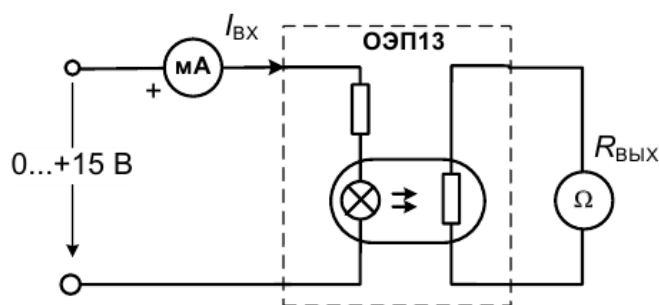
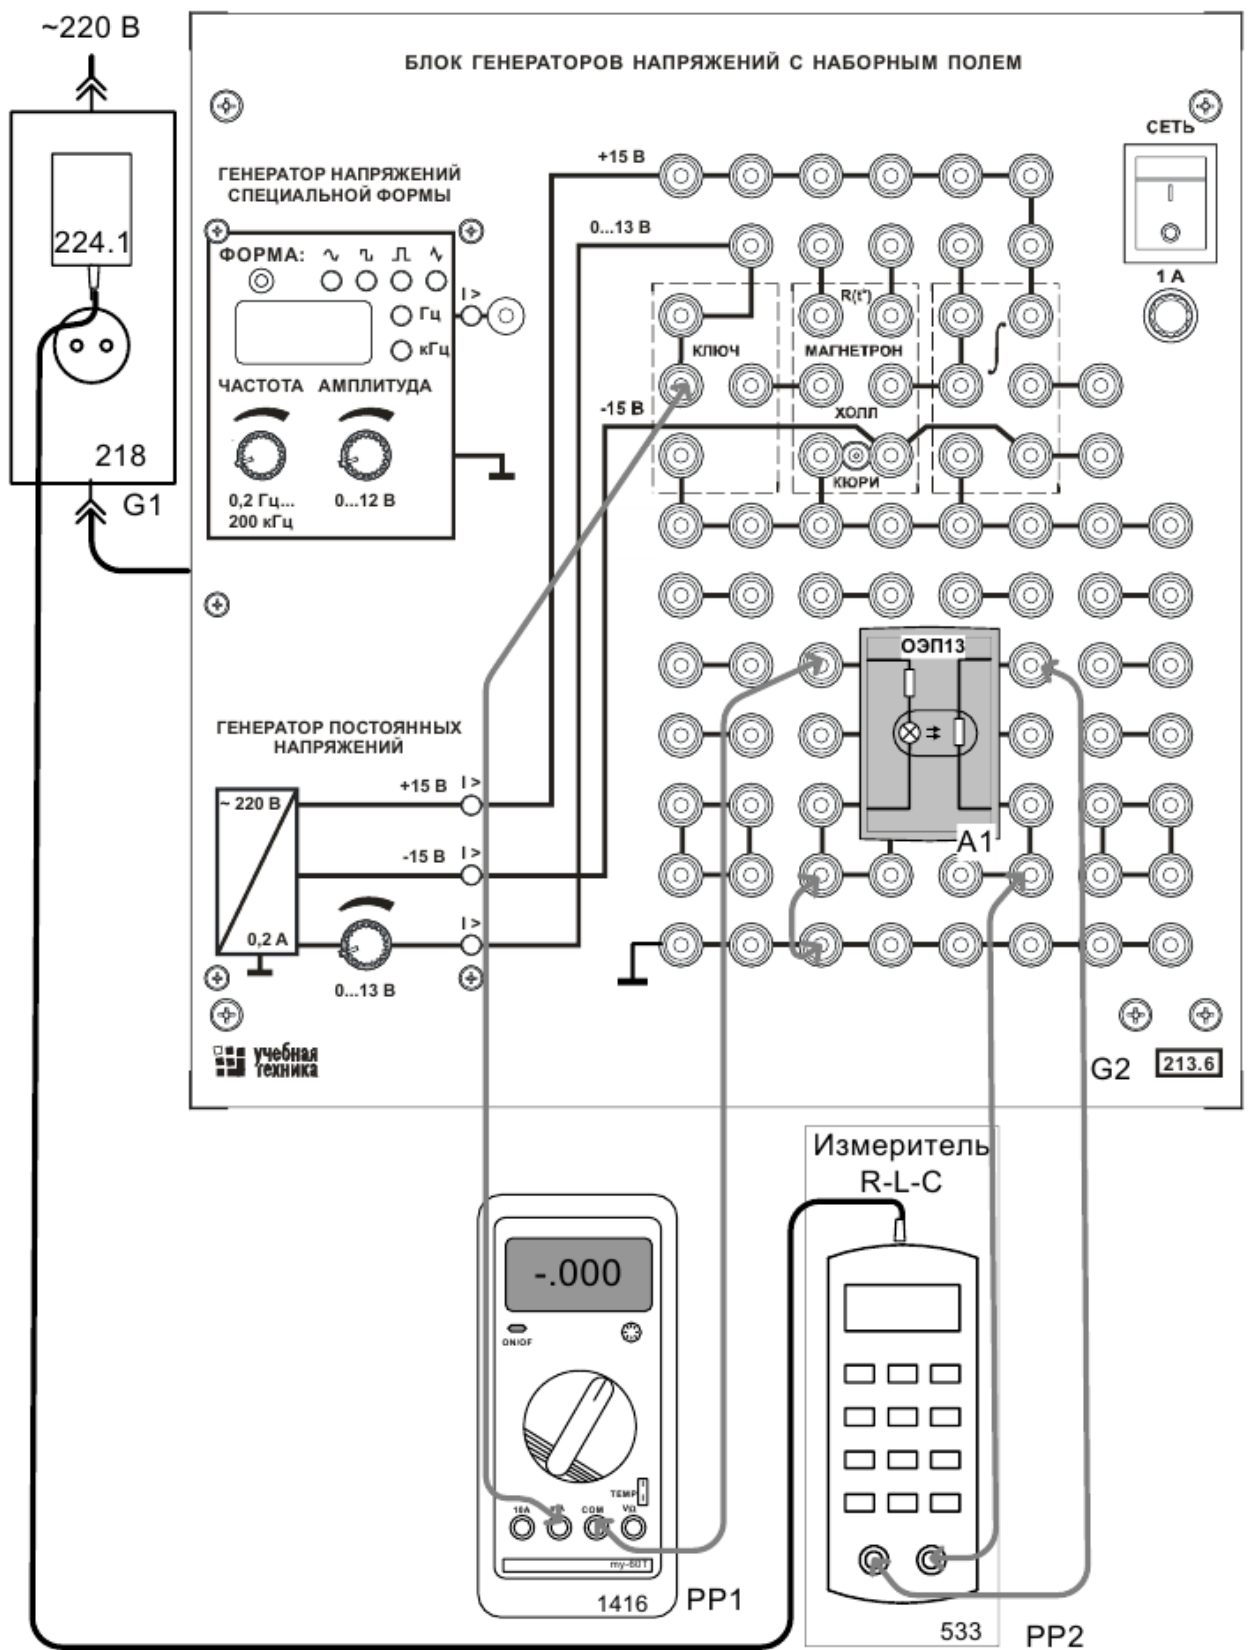

Рис.1. Принципиальная схема для снятия передаточной характеристики резисторной оптопары $R_{\text{ВЫХ}}(I_{\text{ВХ}})$
Рис.2. Схема соединений для снятия передаточной характеристики резисторной оптопары $R_{\text{ВЫХ}}(I_{\text{ВХ}})$
Принципиальная схема лабораторной установки показана на рис. 1, а схема соединений на рис. 2. Для изучения явления фотопроводимости в данной работе используется резисторная оптопара (миниблок ОЭП13). Для питания источника облучения используется регулируемый источник постоянного напряжения из блока генераторов напряжений. Входной ток измеряется мультиметром. Сопротивление фоторезистора измеряется измерителем R-L-C.
2. Соедините аппаратуру в соответствии со схемой электрической соединений (рис. 2). При этом миниблок «ОЭП13» установите в наборную панель и подключите его к измерителю R, L, C. Подключите блок питания 224.1 к разъему на верхней стороне корпуса прибора Е7-22. Вилку блока питания подключите к свободной розетке однофазного источника питания (218). На мультиметре выберите режим измерения постоянного тока 20 мА.
4. Если прибор Е7-22 (измеритель R, L, C) не включился, кратковременно нажмите левую верхнюю кнопку на лицевой панели прибора - ①.